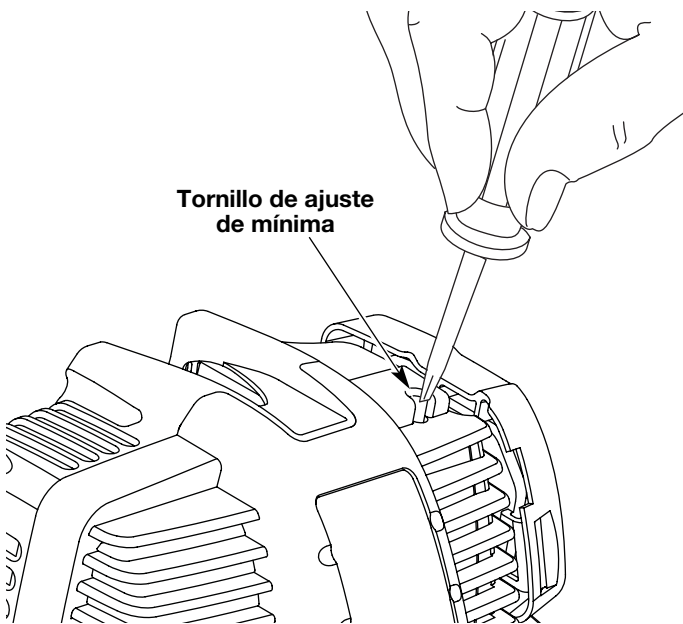

Fig. 34
La velocidad mínima del motor puede ser ajustada. Puede tener acceso al tornillo de ajuste de mínima a través de un orificio en la parte superior de la cubierta del motor (Fig. 34).
2. Suelte el gatillo del regulador y deje que el motor funcione en mínima. Si el motor se para, inserte un destornillador Phillips pequeño o un destornillador de vástago plano en el orificio de la cubierta del motor (Fig. 34). Gire el tornillo de mínima hacia adentro, en sentido horario, de a 1/8 de vuelta por vez (según sea necesario) hasta que el motor funcione en mínima suavemente.